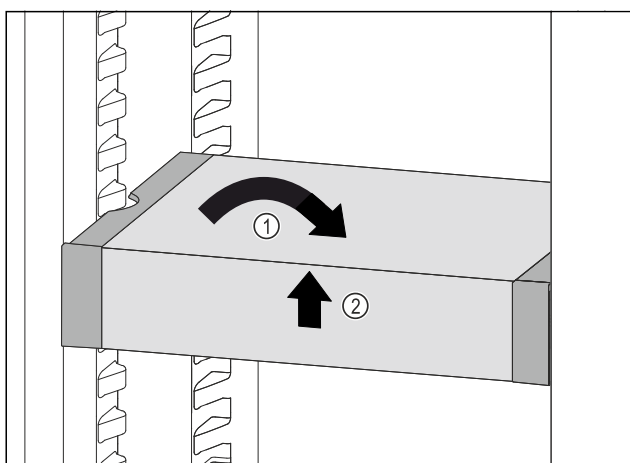

Fig. 168
- VarioSafe ustawić prosto. Fig. 168 (1)
- VarioSafe unieść z przodu. Fig. 168 (2)